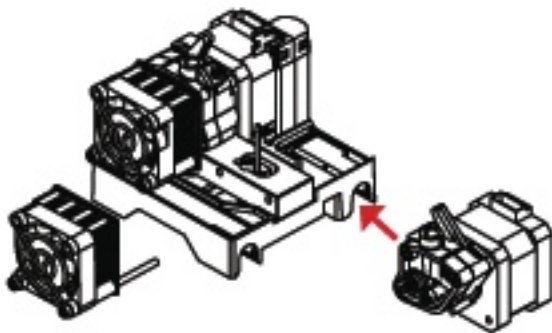

Abb. 1.3
6. Der Extruder ist nun in seine wichtigsten Bauteile zerlegt [Abb. 1.3]. Um einen in der Wärmeschicht-Leitung eingeklemmten Faden zu entfernen, schalten Sie den Replicator 2X ein und führen Sie das Entnehmen-Skript aus, der Extruder wird aufgeheizt. Entfernen Sie mithilfe einer Zange den festgeklemmten Faden.